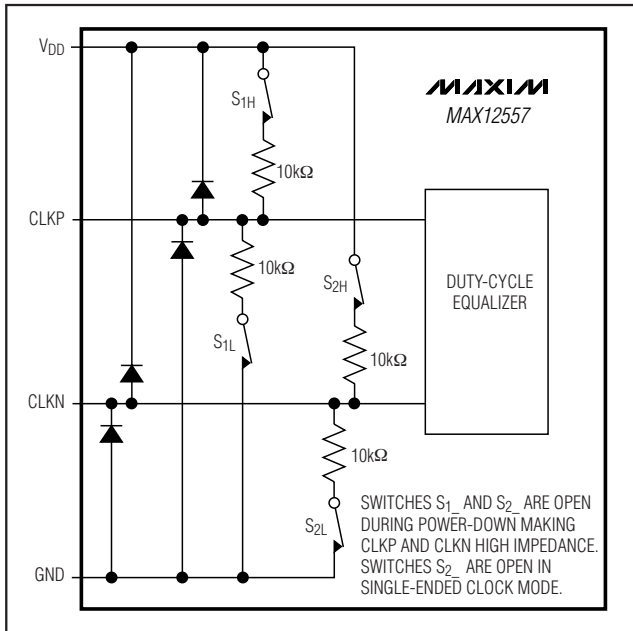

図4. 簡略クロック入力回路
MAX12557のサンプリングクロックはスイッチトキャパシタの入力T/Hアーキテクチャ(図3)を制御し、アナログ入力信号をサンプリングコンデンサに電荷として保存することができます。サンプリングクロックが高い場合はこれらのスイッチは閉じ(トラックモード)、ロー(図4)の場合は開きます(ホールドモード)。アナログ入力信号源は、サンプリングコンデンサの充電と放電に必要なダイナミック電流を供給可能でなければなりません。信号劣化を回避するには、これらのコンデンサを1/2クロックサイクル以内に 1/2 LSBの精度まで充電する必要があります。MAX12557のアナログ入力は、差動またはシングルエンド入力駆動をサポートしています。差動入力の場合に性能を最適化するには、IN_PとIN_Nの入力インピーダンスを平衡させ、コモンモード電圧を中間電源($V_{DD} / 2$)に設定してください。MAX12557は内部リファレンスモードとバッファ付き外部リファレンスモードで動作しているときに、COM出力を通じて $V_{DD} / 2$ の最適コモンモード電圧を供給します。このCOM出力電圧を使って、図9、10、および11に示すような入力回路にバイアスをかけることができます。
MAX12557は、25%~75%と広い範囲の入カクロックデューティサイクルの差動およびシングルエンドクロック入力のいずれをも受け付けます。シングルエンドクロック入力動作の場合は、DIFFCLK/SECLKとCLKNをGNDに接続してください。外部シングルエンドクロック信号をCLKPに印加してください。クロックジッタを抑制するには、外部シングルエンドクロックの立下りエッジを急峻にする必要があります。差動クロック入力動作の場合は、DIFFCLK/SECLKを OV_{DD} に接続してください。外部差動クロック信号をCLKPおよびCLKNに印加してください。クロック入力をアナログ入力とみなして、その配線ルートを他のアナログ入力およびデジタル信号ラインから遠ざけてください。MAX12557がパワーダウンされると、CLKPとCLKNはハイインピーダンスになります(図4)。
- 6) CLKPおよびCLKNクロック入力はハイインピーダンス状態になります(図4)。